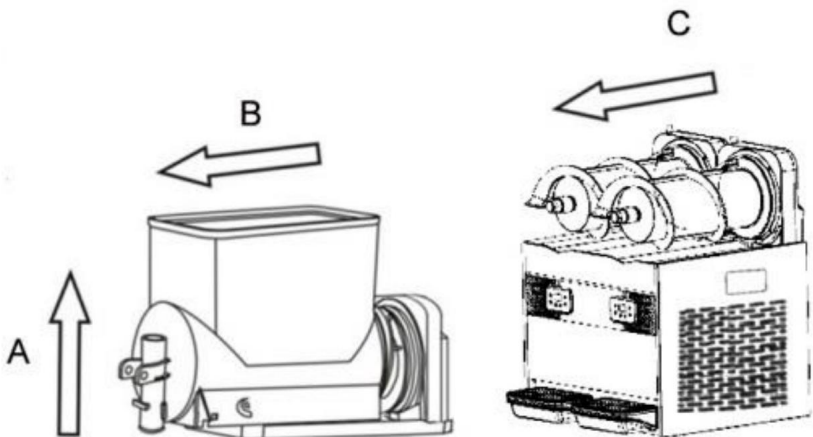

Fig.10
2. Retirez l'agitateur et le joint de l'agitateur. Voir fig.10.